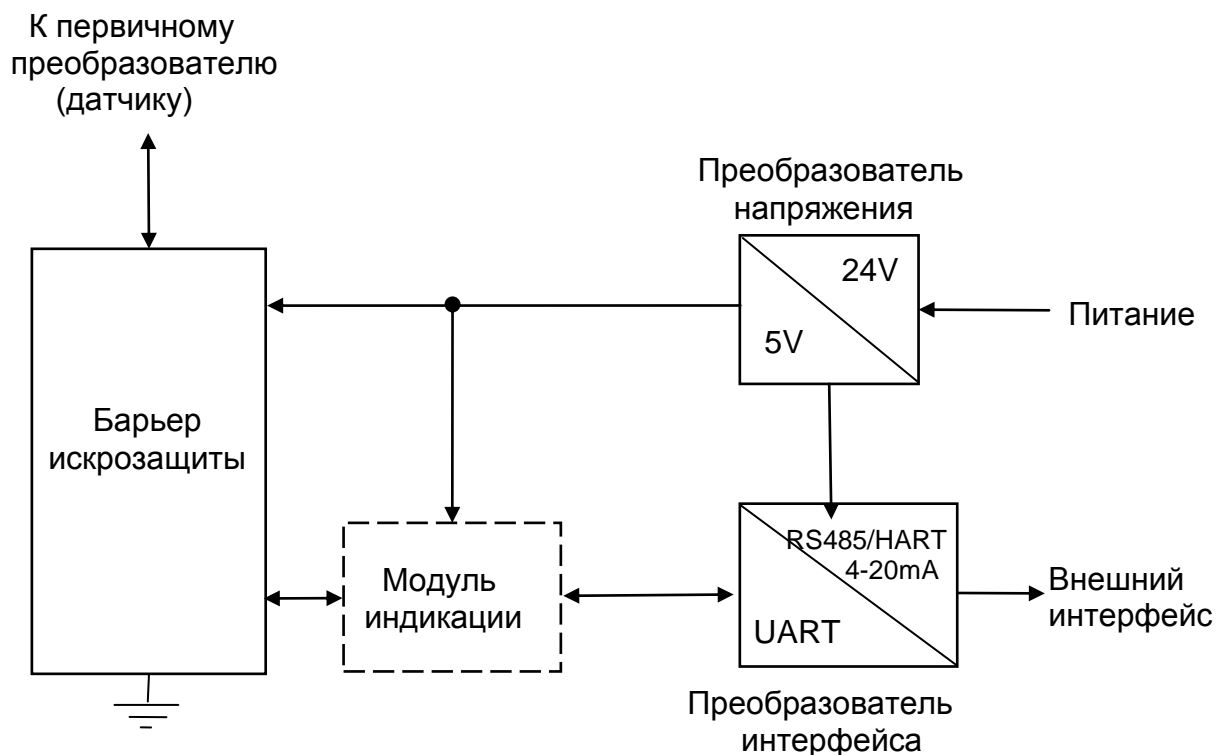

Рисунок 1 - Функциональная схема БИВ1
4.2.1 Функциональная схема БИВ1 (рис.1) состоит из четырех основных узлов: барьера искрозащиты, преобразователя интерфейса, модуля индикации и преобразователя напряжения.